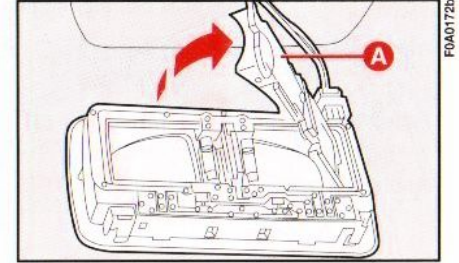

Abb. 38
- 2) Das Gehäuse **A, Abb. 38** der Lampen öffnen.